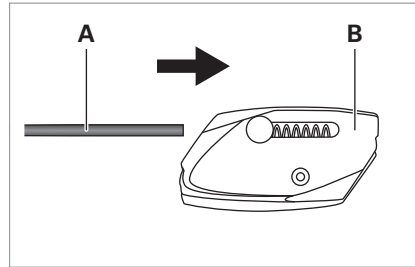

Fig. 2: Fixer le support pour câble métallique au câble métallique.
- ▶ Faites passer le câble métallique **A** à travers le premier œillet du support pour câble métallique **B**, voir Fig. 2.